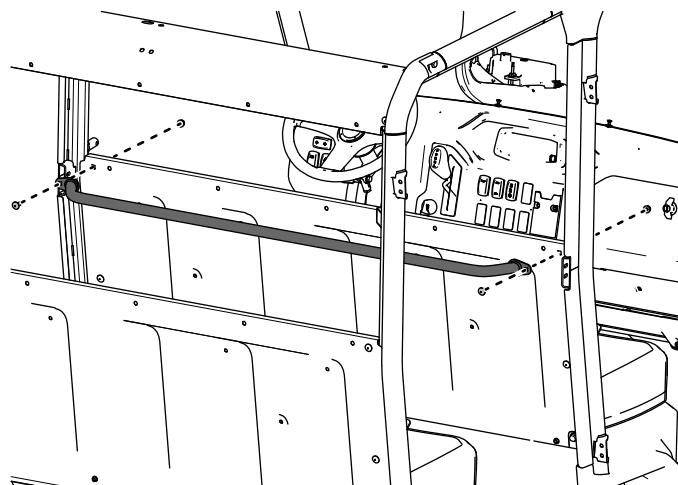

Figura 54
21. Sujete provisionalmente el agarradero del asiento trasero al panel central del asiento con 2 pernos de cuello cuadrado (5/16" x 3/4") y 2 contratuercas (5/16"), como se muestra en la Figura 54.